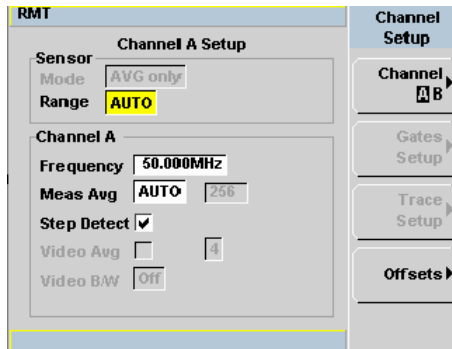

Abbildung 2-20 Bildschirm „Channel Setup“ (Kanaleinrichtung)
- 3 Drücken Sie . **Channel Setup** (Kanaleinrichtung) wird wie in Abbildung 2-20 dargestellt angezeigt.